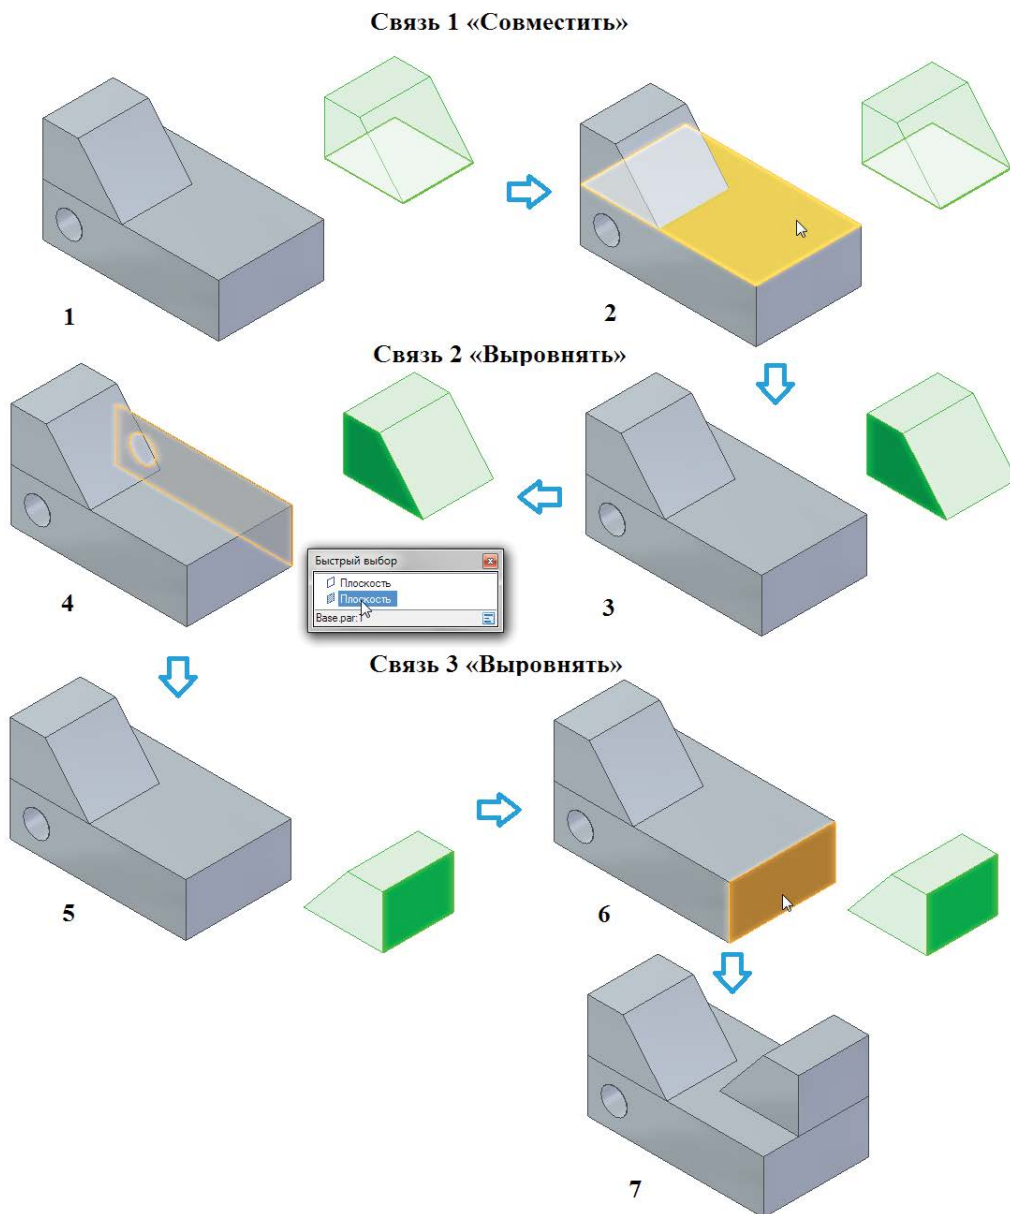

Рис. 2.7.15. Процесс позиционирования второй детали В относительно базовой детали А с предварительно запомненными связями
- Автоматически запоминать связи** – если режим включен, то связи, использованные для размещения данного компонента в сборке, будут запоминаться автоматически, и при многократном размещении этого компонента для наложения связи потребуются указывать только элементы геометрии детали сборки. Если размещение детали В (рис. 2.7.11) провести со включенным режимом автоматического запоминания связей, то при размещении второй такой же детали процесс будет значительно упрощен (см. рис. 2.7.15). Видно, что выбор каждой из предварительно запомненных связей и выбор геометрии размещаемой детали (1, 3, 5) происходит автоматически.